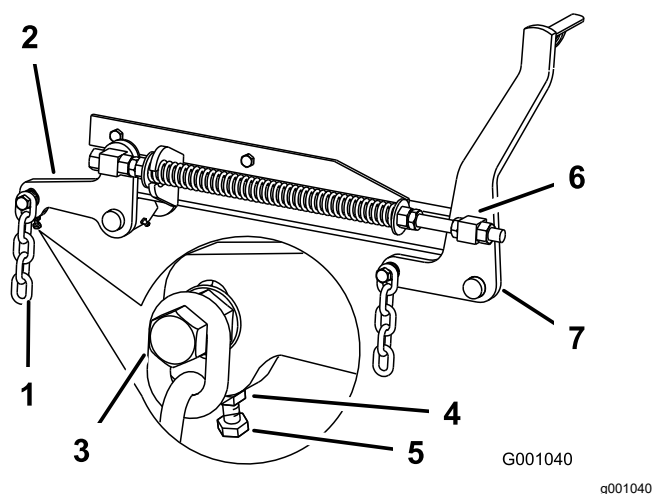

Bild 104
7. Wenn die Werte an den Stellen **B** oder **C** falsch sind, lösen Sie die Schraube, mit der die hintere Kette am hinteren Stützarm befestigt ist (Bild 104).
8. Lösen Sie die Klemmmutter unter dem hinteren Stützarm und stellen Sie die Einstellschraube so ein, dass Sie einen Wert von 80 mm bis 83 mm erhalten, siehe **Bild 104**.
7. Lösen Sie die Klemmmuttern des vorderen Drehzapfens, vorne am rechten und linken Drehzapfen, um ungefähr 13 mm (**Bild 104**).
8. Stellen Sie die Hubmuttern auf der linken und rechten Seite der Maschine so ein, dass Sie vorne an Stelle **A** einen Wert erzielen, der um 6 mm bis 10 mm niedriger ist als hinten an Stelle **B** (**Bild 104**).